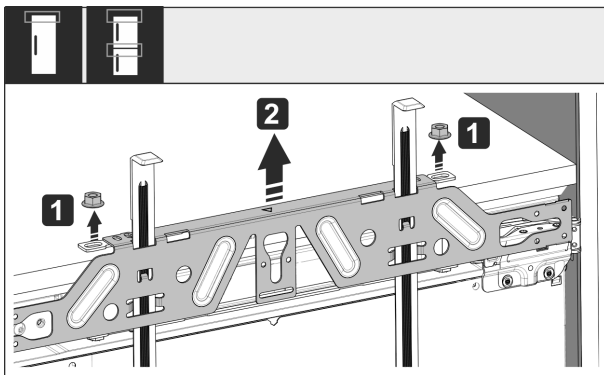

Fig. 50
- ▶ Desserrer les contre-écrous Fig. 50 (1).
- ▶ Retirer la traverse de fixation Fig. 50 (2).